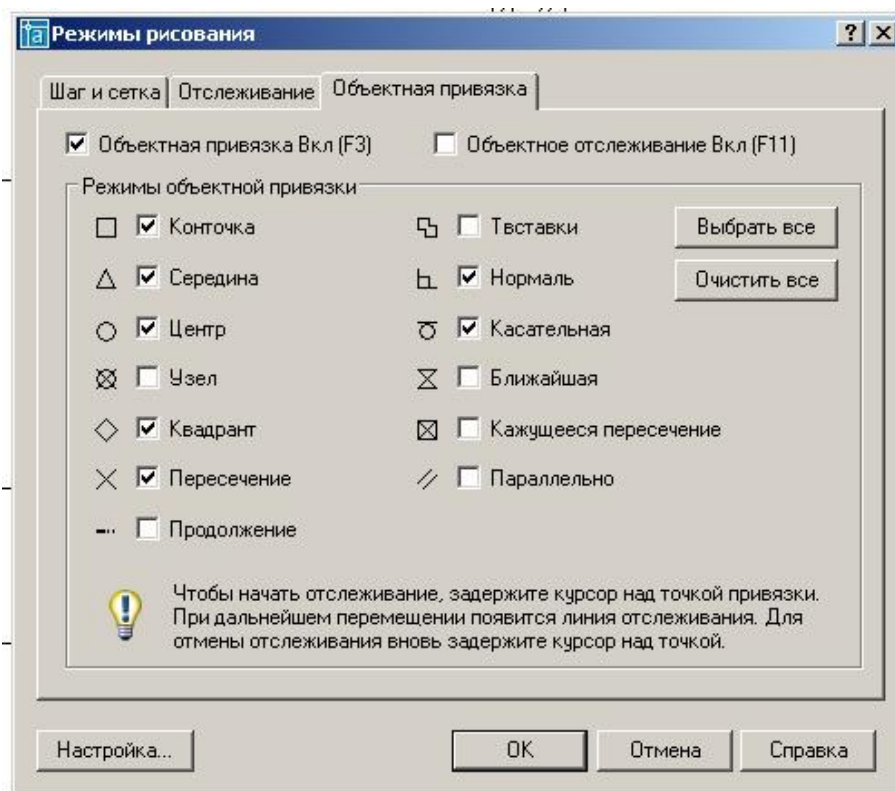

Рис. 11. Настройка объектной привязки
- 3) в открывшемся диалоговом окне **Режимы рисования** включим привязки (поставим флажки), которые показаны на рис. 11.